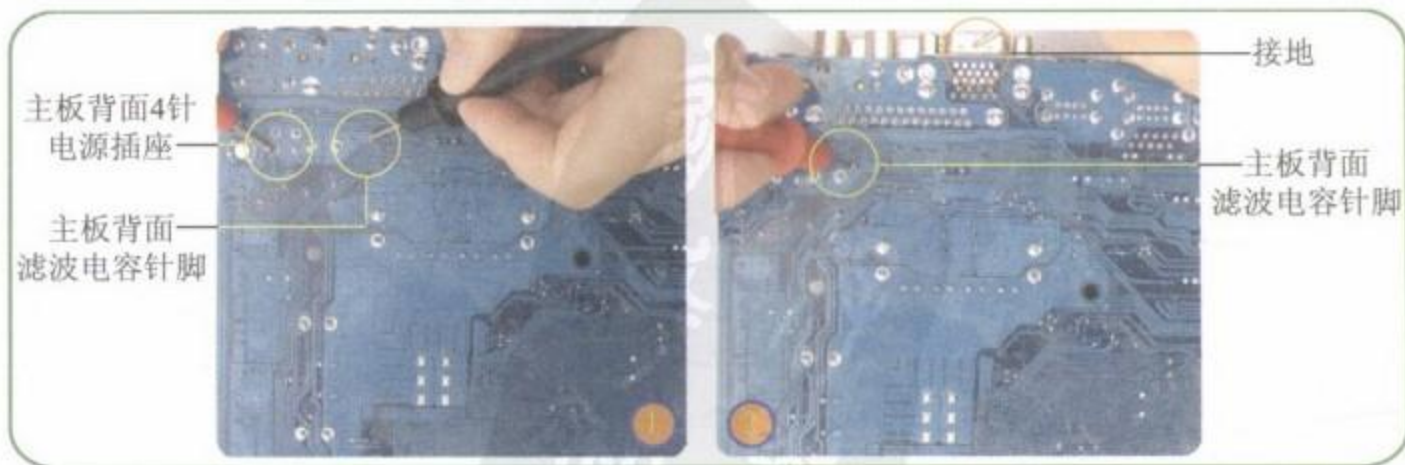

图8-50 测量电源插座和电感之间的滤波电容
Step 02 测量4针电源插座的12V供电针脚和滤波电感L₂₆之间相连的电容（CE₁₃~CE₁₆）及电容接地的线路，如图8-50所示（以其中一个电容为例）。